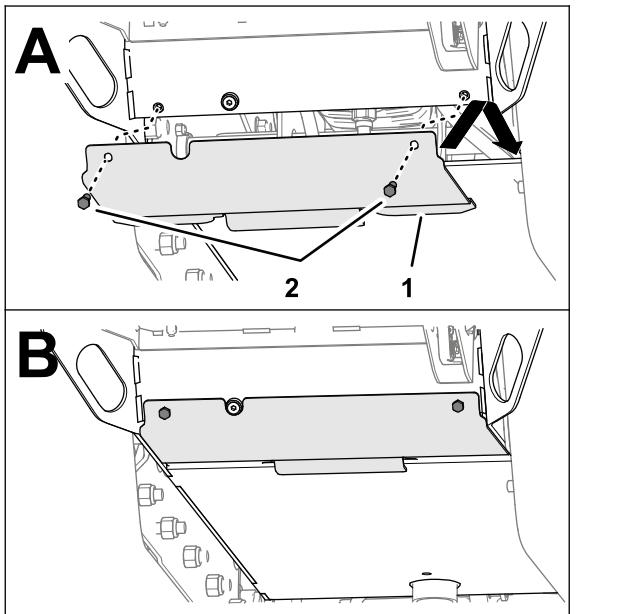

Figura 18
1. Allineate l'aletta della piastra di copertura inferiore con la piastra del telaio della macchina (Figura 18).
2. Allineate i fori nella piastra di copertura inferiore con la piastra del telaio (Figura 18).
3. Montate la piastra di copertura inferiore sulla piastra del telaio (Figura 18) con le 2 viti a testa cilindrica (3/8" x 1") che avete rimosso in precedenza.